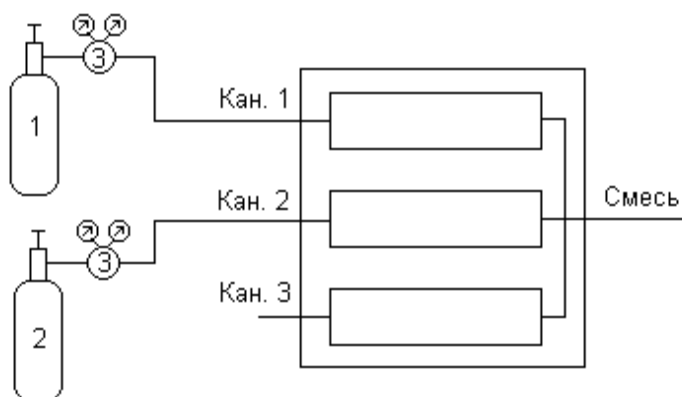

Рис.2. Схема подключения генератора газовых смесей
2.3.1. Для приготовления смеси подключить к генератору баллоны с газом-разбавителем и исходным газом в соответствии с рис.2